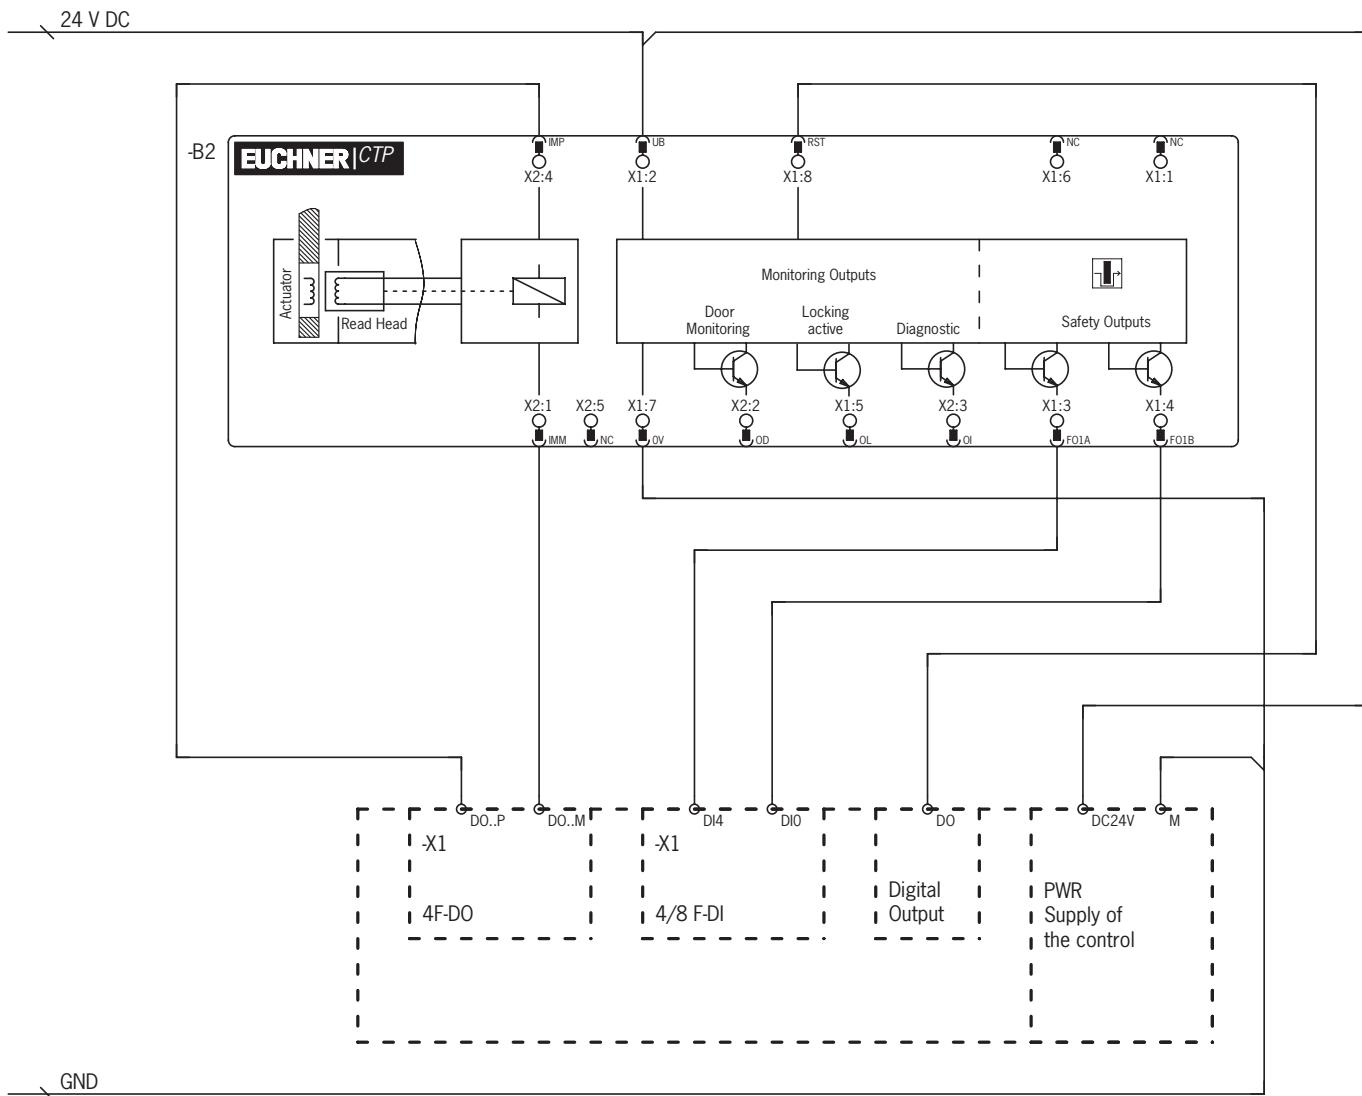

図 4: ET200 に対する接続に関する接続例
- › 制御システムの安全出力をを使ったソレノイドバルブのデュアルチャンネル制御の場合、以下のポイントを順守してください (図 4 (P20) 参照):